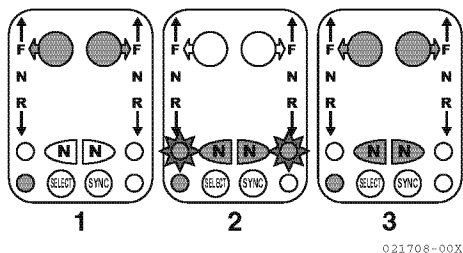

Figure 14
1. Déplacez le levier du moteur vers une position de ralenti embrayée (Forward Idle (Ralenti avant) ou Reverse Idle (Ralenti arrière)) (1, **Figure 14**) et appuyez sur le bouton N (point mort) (2, **Figure 14**) à côté de ce levier sur le dispositif commande. Le voyant N (point mort) (2, **Figure 14**) clignotera pour indiquer que l'accélération à plage sectionnée est activée.
Ramenez le levier du moteur à une position de ralenti embrayé (Forward Idle (Ralenti avant) ou Reverse Idle (Ralenti arrière)) (3, **Figure 14**). Appuyez sur le bouton N (point mort) à côté du levier sur le dispositif de commande. Le voyant N (point mort) arrêtera de clignoter, indiquant que le mode accélération à plage sectionnée a été désactivé.